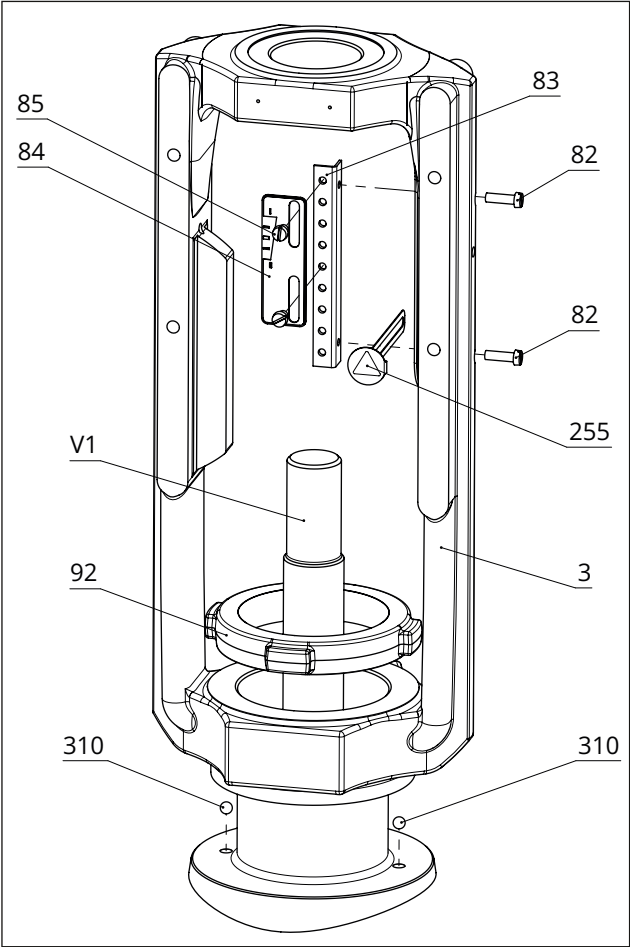
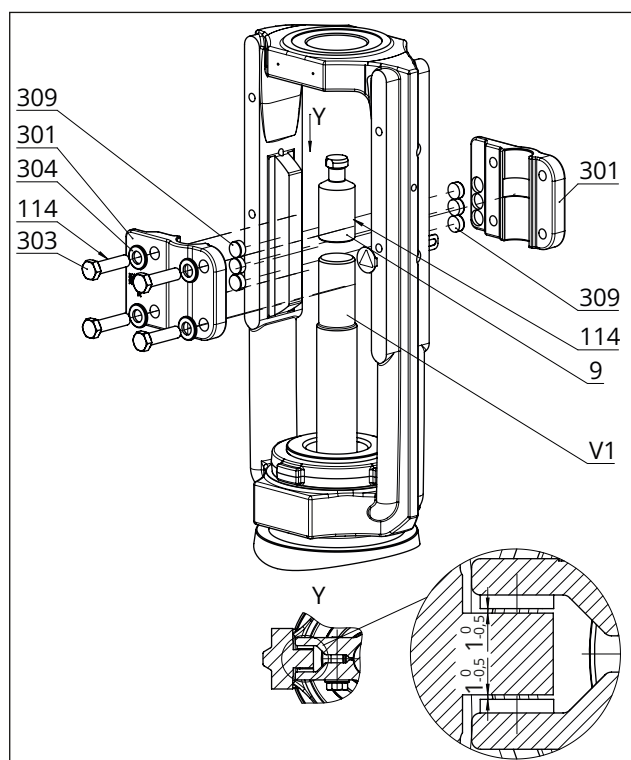

Fig. 22 : Schéma de montage de l'ensemble de l'arcade avec indicateur de course en exécution standard
Fig. 23 : Schéma de montage du dispositif de blocage en exécution standard
Cf. Fig. 22 et Fig. 23
- Il existe un interstice nominal de 0,5 à 1 mm de chaque côté entre les rondelles de glissement et leur support sur l'arcade (cf. détail Y dans la Fig. 23).